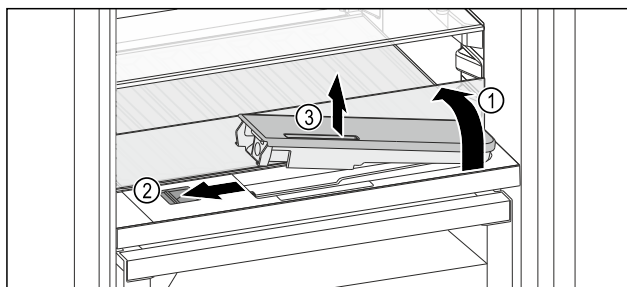

Fig. 172
- Soulever la tablette et la rabattre vers l'arrière jusqu'à la butée Fig. 172 (1).
- Pousser le curseur Fig. 172 (2) vers la gauche.
- Sortir le filtre à eau Fig. 172 (3).